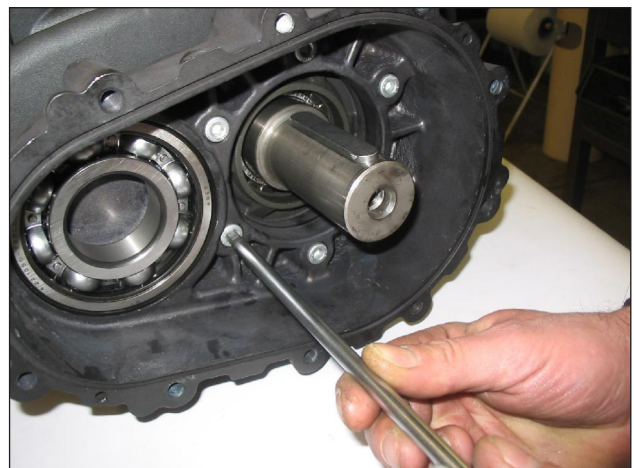

Abb. 21
- Lösen Sie die Befestigungsschrauben des Getriebegehäuses und nehmen Sie dann das Gehäuse ab (Abb. 21).